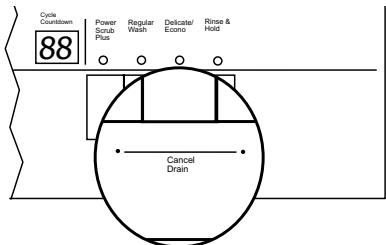

Figure 29/Illus. 29
1. Press and hold for three seconds the two buttons indicated by the two dots labelled "Cancel Drain", as shown in Figure 29.
1. Presser et maintenir pendant 3 secondes les deux touches indiquées par deux points «Annuler vidange», comme à la figure 29.
1. Pulse y oprima por tres segundos los dos botones señalados por los dos puntos rotulados "Cancel Drain" (es decir Cancelar Evacuación) como muestra la Ilustración 29.